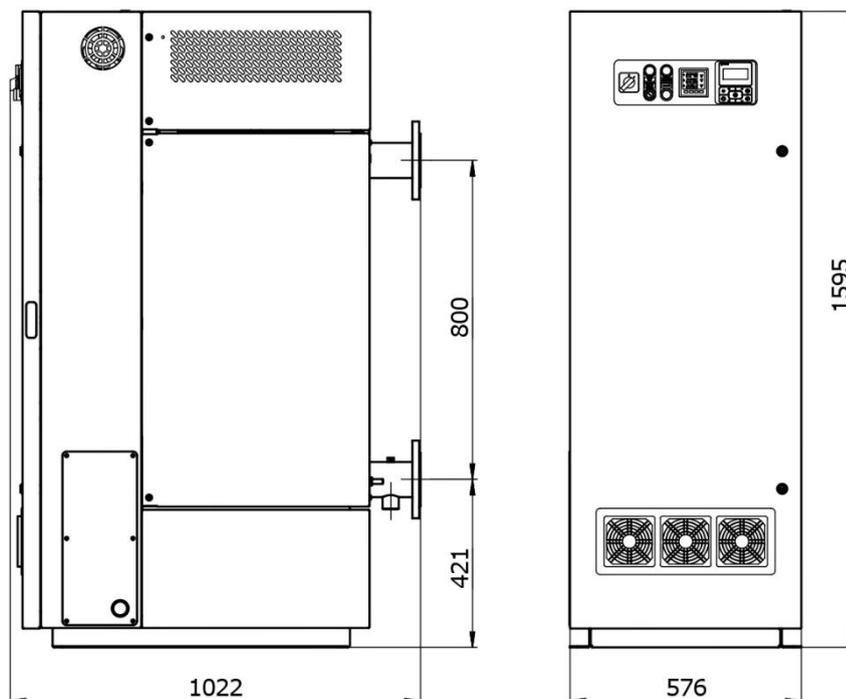

Рис. 1
4.1 Габаритные и присоединительные размеры электрокотла показаны на рис. 1.